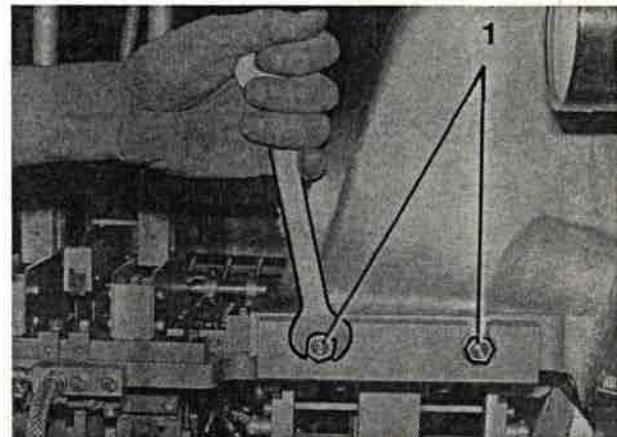

Bild 221
11. Sechskantmuttern (Bild 221/1) der Klemmleiste lösen, Mundstücke herausziehen.